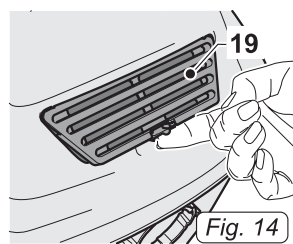

Fig. 14
- Отсоединить фильтр (19 Рис. 14) и удалить его из прибора.